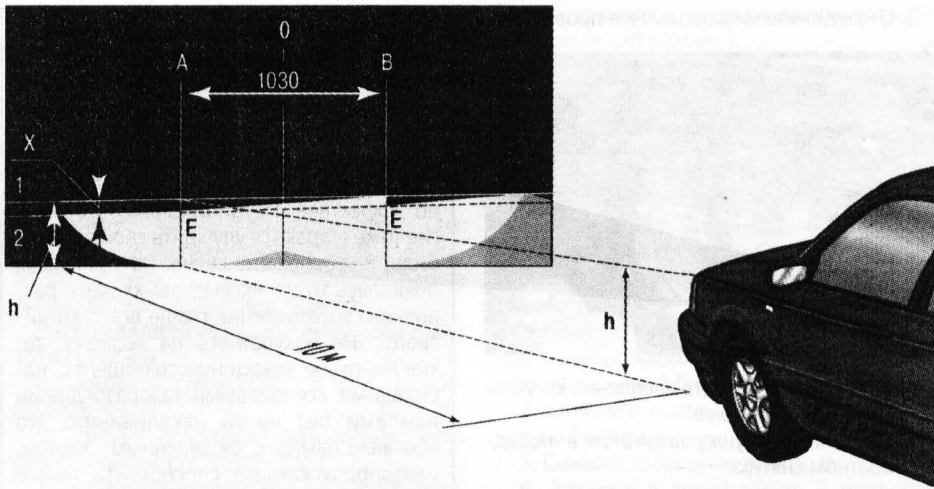

Рис. 9.14. Регулировка света фар
2. Установите автомобиль перпендикулярно гладкой стене (например, гаража) на расстоянии 10 м. Положите на сиденье водителя дополнительный груз массой 75 кг. Разметьте на стене экран, как показано на рис. 9.14.
8. Фары считаются отрегулированными, когда верхние границы левых частей световых пятен совпадают с линией 2 (см. рис. 9.14), а вертикальные линии А и В (см. рис. 9.22) проходят через точки Е1 и Е2 пересечения горизонтальных и наклонных участков световых пятен.
Вращая регулировочный винт на автомобилях с кузовом В3 (см. рис. 9.22) и на автомобилях с кузовом В4 (рис. 9.18), добейтесь, чтобы верхние границы световых пятен находились на линии 2 (см. рис. 9.14) или чуть ниже нее.